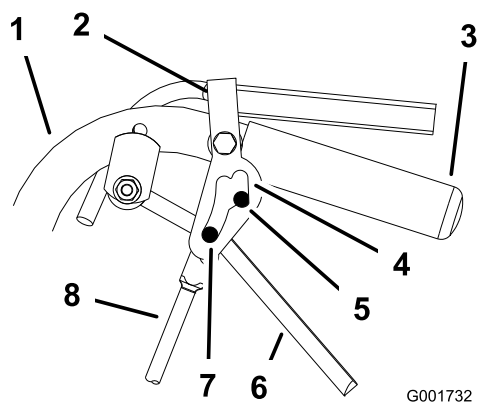

Figure 40
5. Déverrouillez et verrouillez le point mort en vérifiant que la roue ne tourne pas (Figure 40). Continuez cette procédure jusqu'à ce que la roue arrête de tourner.